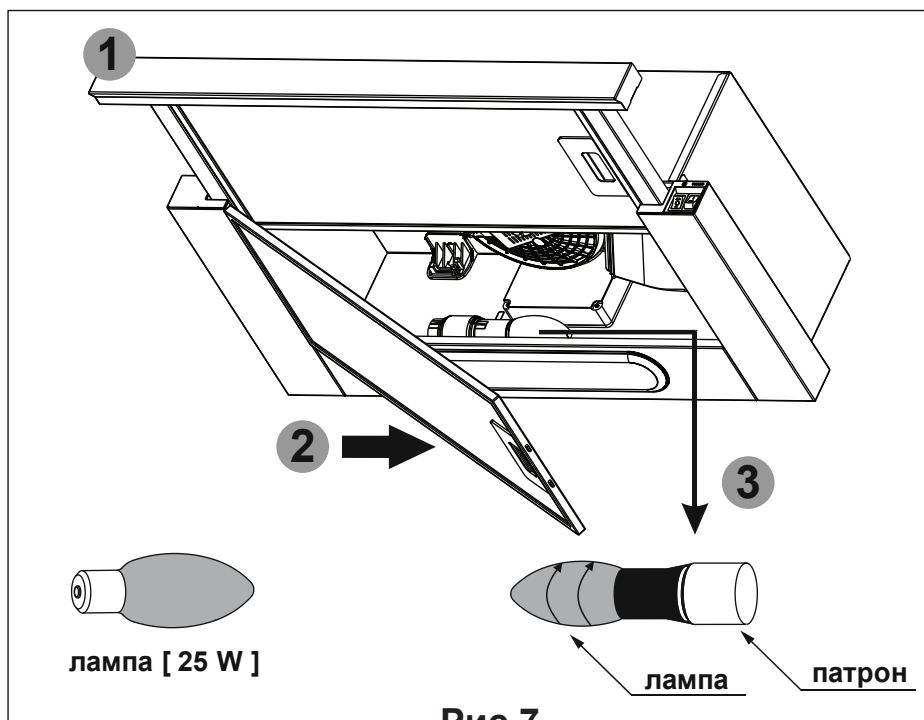

Рис.7
8.9 На вытяжке установлена лампа накаливания для подсветки рабочей зоны плиты. Перед началом замены лампы освещения необходимо отключить вытяжку от электросети, дать возможность охладеть лампе. Для замены лампы необходимо вытянуть шухляду выдвижную **1**, снять алюминиевый фильтр **2**, удерживая держатель патрона, слегка надавить на лампу **3** в направлении патрона и, повернув против часовой стрелки, вынуть из корпуса вытяжки (**рис.7**).